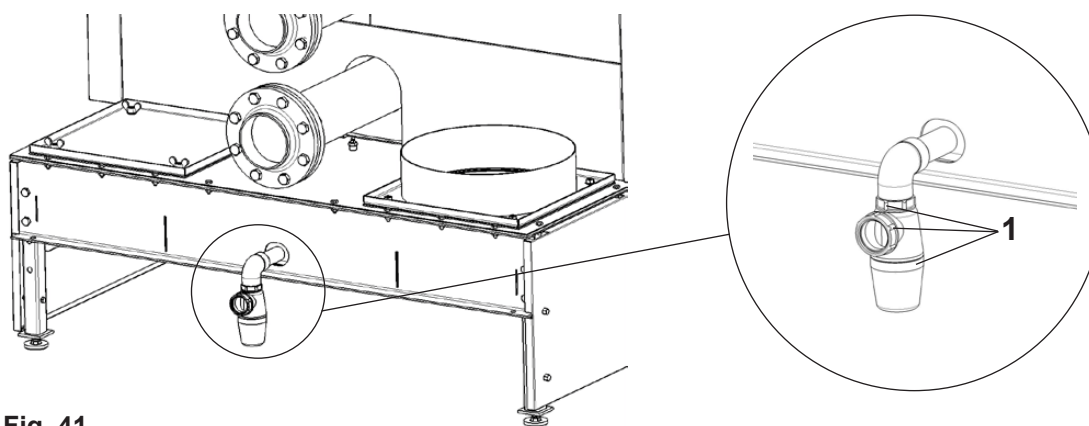

Fig. 41
- Vérifier que les joints du siphon (1, Fig. 41) ne sont pas endommagés et les remplacer si nécessaire.